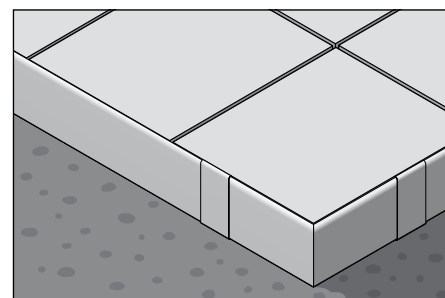

Fig. 7
Mise en œuvre pour la pose de dalles autoportées sur le système de supports de dalles avec BARA-RT/BARA-RTC (Fig. 7)
2. En cas d'utilisation du système de supports de dalles TROBA-LEVEL, le profilé de rive BARA-RT/BARA-RTC masque le chant du revêtement (Fig. 7).